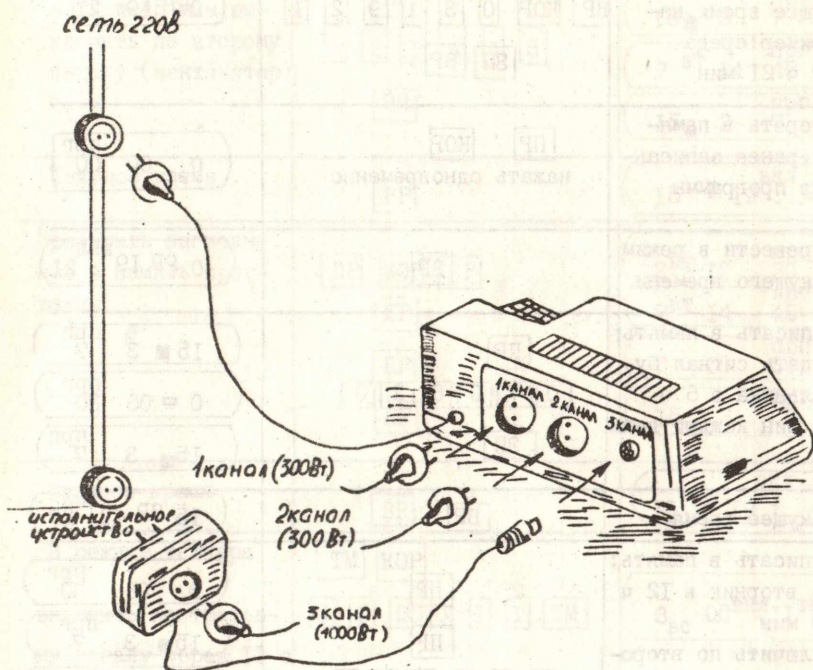

Рис. 3
6.3. Подключить электроприборы, которыми Вы собираетесь управлять, к соответствующим электророзеткам устройства см. рис.3